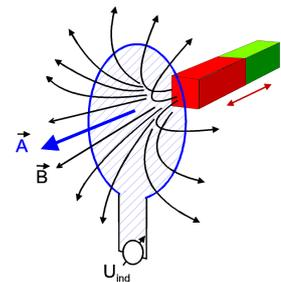

Abb. 1
Für die Beschreibung der faradayschen Induktion benötigen wir die magnetische Feldstärke, genauer die magnetische Flussdichte B , gemessen in Tesla (T). Die Dichte der B -Feldlinien ist ein Maß für die Stärke des Magnetfeldes. Treten B -Feldlinien durch eine Leiterschleife so wird eine elektrische Spannung U_{ind} in der Schleife induziert, wenn die Zahl der durch die Fläche der Leiterschleife hindurch tretenden Magnetfeldlinien sich zeitlich ändert (siehe Abb. 1). Ganz wichtig hierbei ist die zeitliche Änderung - ein konstantes Magnetfeld selbst induziert noch keine Spannung! Diese Änderung kann auf verschiedenen Wegen herbeigeführt werden: zum einen kann man die Stärke des B -Feldes ändern (Magnet verschieben), zum anderen kann man die (effektive) Fläche A der Leiterschleife ändern (Schleife drehen). Die Flächenform spielt keine Rolle, nur die Zahl der hindurch tretenden B -Feldlinien.
In Abb. 1 führt die Bewegung des Magneten relativ zur Drahtschleife zu einer Änderung der Zahl der durch die Schleife laufenden Magnetfeldlinien (Prozess 1) und damit zu einer induzierten Spannung. In einem Dynamo wird z.B. die Drahtschleife (Spule) im Feld eines Permanentmagneten gedreht, so dass die Winkeländerung (3) zur Induktion führt. Mit steigender Drehgeschwindigkeit des Dynamos wächst die zeitliche Änderung der von B-Feldlinien durchsetzten Fläche und damit die induzierte Spannung. Die Fahrradlampe leuchtet also heller, wenn ich schneller fahre.
Dies ist schon aus dem Energieerhaltungssatz heraus verständlich: wird der Magnet in Abb. 1 auf die Leiterschleife zu bewegt, so wird in dieser ein Strom induziert und ein Magnetfeld aufgebaut. Die zum Aufbau des Feldes nötige Energie ist die mechanische Energie, die man aufbringen muss, um den Magneten der Schleife zu nähern. Nach der Lenzschen Regel muss das hierbei durch den induzierten Strom erzeugte Magnetfeld der Leiterschleife dem Feld des Stabmagneten entgegengerichtet sein.